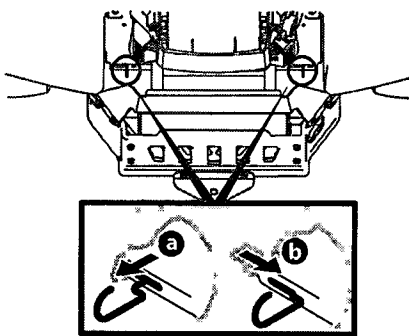

Figura 2-1
- Enganche las varillas de derivación de la transmisión, una a cada lado del tractor, para mover el tractor manualmente sin ponerlo en marcha. Las varillas de derivación de la transmisión están ubicadas en la parte trasera del tractor, justo en el interior de las ruedas traseras. Enganche las varillas de derivación tirando de cada una hacia afuera (a) y hacia la derecha (b) para trazarlas en su lugar. Consulte Figura 2-1.
- Después de mover el tractor, desenganche las varillas de derivación invirtiendo los pasos a y b. Consulte Figura 2-1.